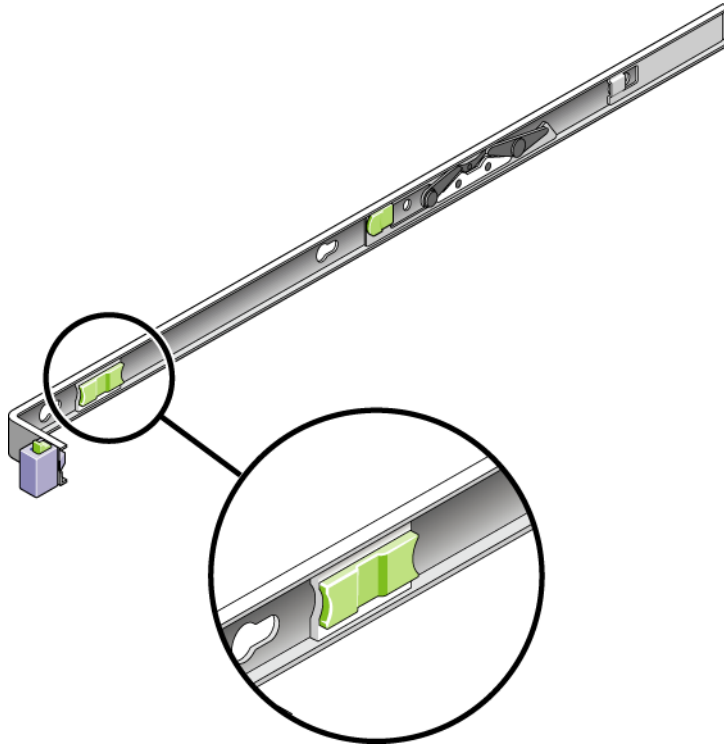

図 2-15 スライドレールのリリースボタン
6. 両方のスライドレールリリースボタンのロックを同時に解除して (図 2-15)、サーバーをラック内に完全に押し込みます。